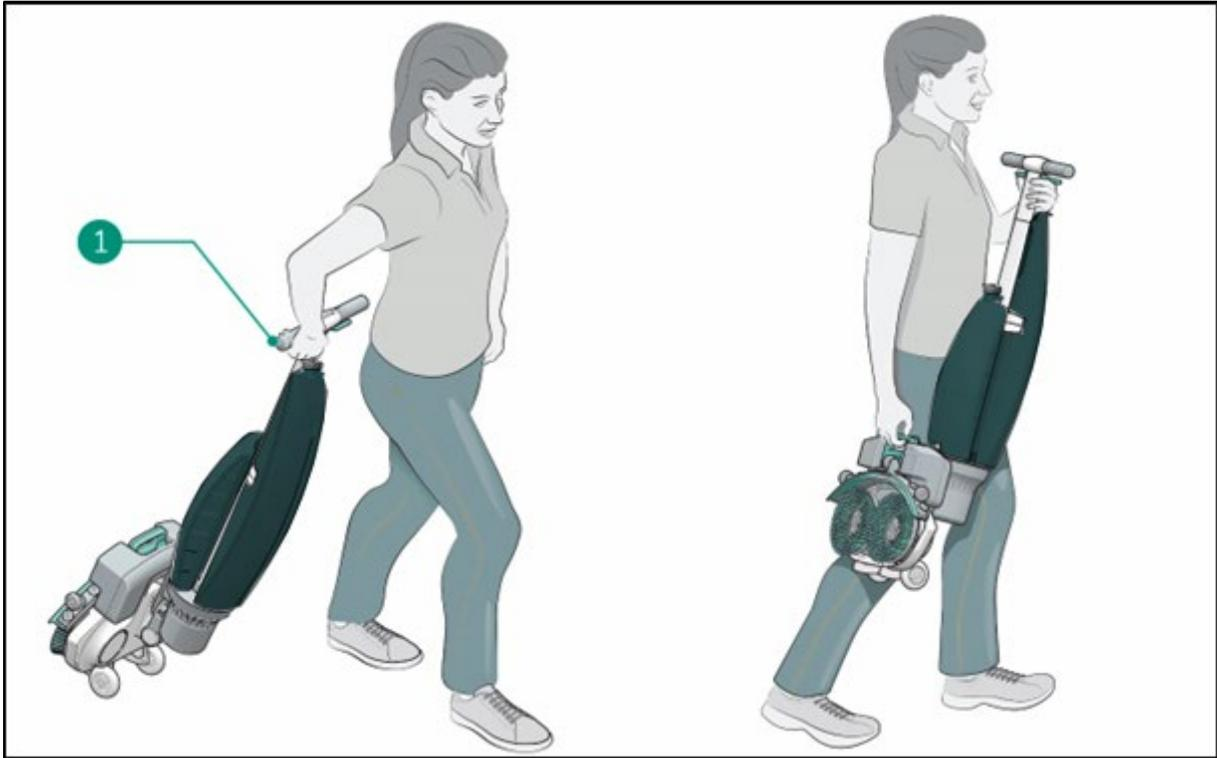

Figura 15
2. Segurar a pega com uma mão (Figura 15, pos 1).